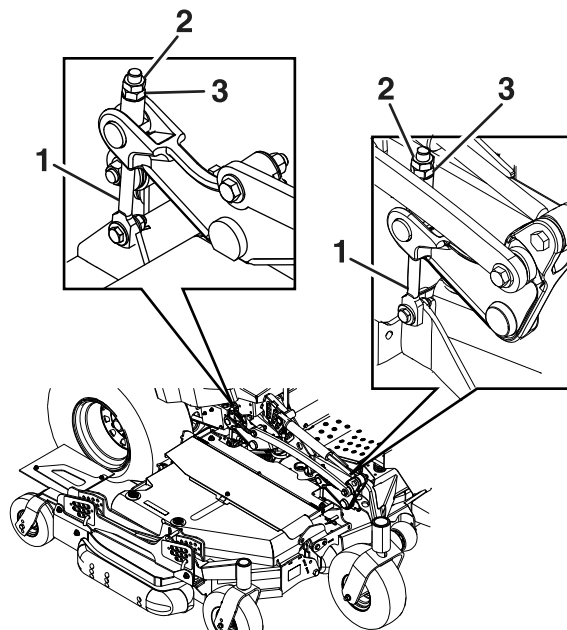

Figure 76
Desserrez les écrous de blocage au sommet de chaque dispositif de réglage du tablier. Ajustez précisément le dispositif de réglage du tablier avant en le tournant pour obtenir la hauteur correcte pour les pointes des lames avant gauche et droite du tablier central (Figure 76).
5. Si les 4 dispositifs de réglage du tablier (Figure 76) ne disposent pas d'un réglage suffisant pour produire la hauteur de coupe précise avec l'inclinaison souhaitée, vous pouvez utiliser le système monopoint pour obtenir un réglage supplémentaire.
6. Pour régler le système monopoint, commencez par desserrer les boulons de fixation des plaques de hauteur de coupe avant et arrière (Figure 76)